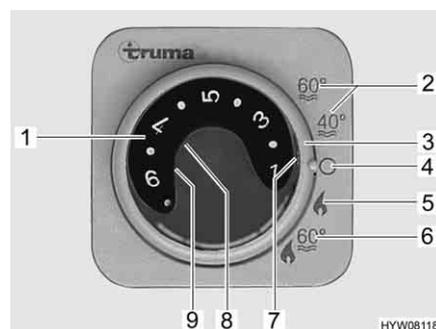

Fig. 178 Centralina di controllo per riscaldamento/boiler
- Impostare la modalità di funzionamento tramite l'interruttore girevole (Fig. 178,3).
A seconda della temperatura ambiente desiderata, il riscaldamento seleziona automaticamente il livello del bruciatore necessario. Al raggiungimento della temperatura ambiente desiderata, il bruciatore si spegne. Durante la modalità di funzionamento "Riscaldamento e boiler" (Fig. 178,6) è riscaldata anche l'acqua nel boiler. Nella modalità di funzionamento "Riscaldamento senza boiler" (Fig. 178,5) è possibile far funzionare il riscaldamento con il boiler vuoto.
- Impostare la manopola della temperatura (Fig. 178,1) sulla centralina di controllo scegliendo la potenza desiderata.
- Posizionare l'interruttore girevole (Fig. 178,3) su funzionamento invernale "Riscaldamento senza boiler" (Fig. 178,5) o "Riscaldamento e boiler" (Fig. 178,6).
Si accende la spia verde di controllo (Fig. 178,7).
- Posizionare l'interruttore girevole (Fig. 178,3) su "O" (Fig. 178,4).
La combinazione funzionamento a gas e funzionamento elettrico a 230 V diminuisce il tempo di riscaldamento del veicolo (è possibile solo se il riscaldamento viene impostato sulla centralina di controllo (Fig. 178) su funzionamento invernale).